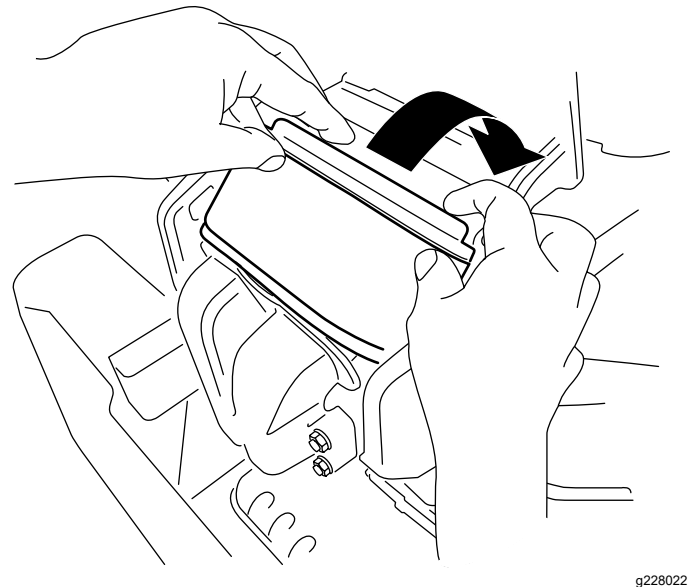

Figura 70
3. Introduzca el filtro en la cámara, girándolo para asentarlos correctamente contra el colector (Figura 70).